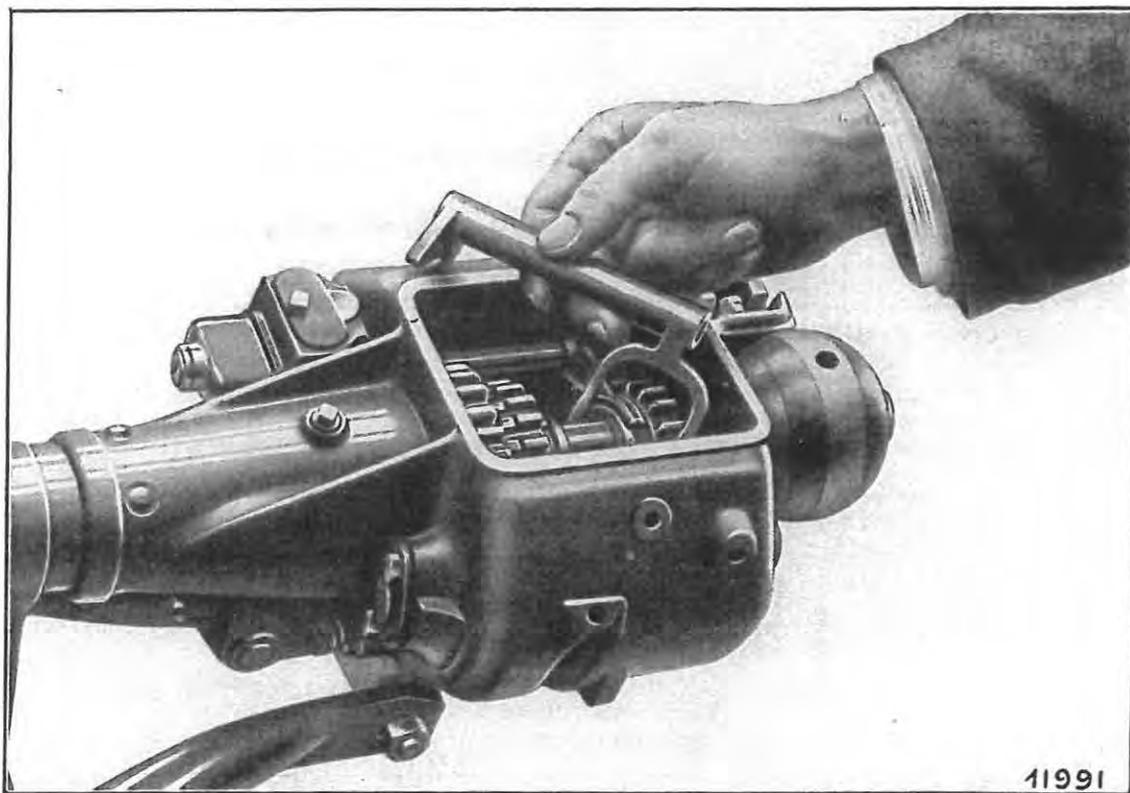

Fig. 57. — Remontage de la fourchette de marche arrière.
7. Remonter l'axe de commande de marche AR (*fig. 57*).